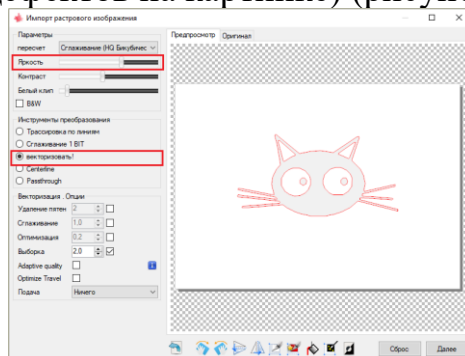

Рисунок 4 - Векторизированное изображение
5. Перейдите в «Инструменты преобразования» и переключите в режим «Векторизовать» (при необходимости изменить параметр «Яркость» чтобы избежать излишних дефектов на картинке) (рисунок 4).